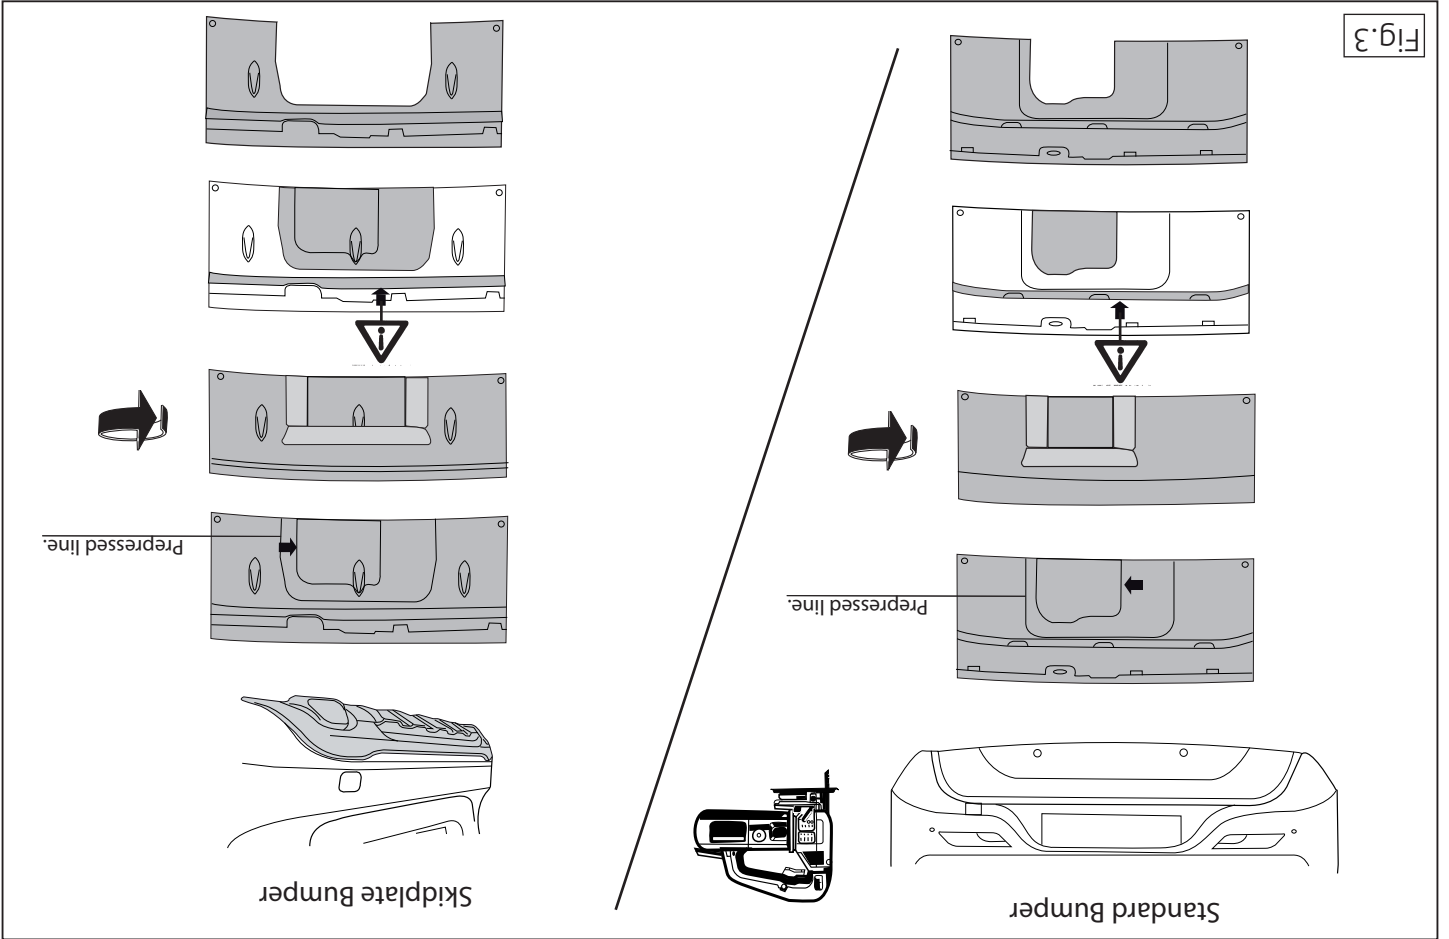

Fig. 3
9. Saw a section out of the middle of the underside of the bumper as shown in fig 3 and 4.
9. Auf der Unterseite der Stoßstange einen Teil aus der Mitte gemäß Abbildung 3 und 4 ausschneiden.
9. Scier au centre de la partie inférieure du pare-chocs une partie correspondant à la figure 3 et 4.